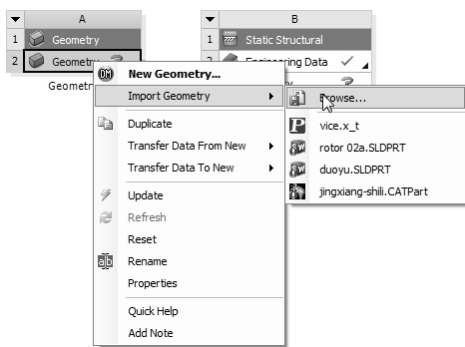

图 8-48 选择【Import Geometry】|【Browse】命令
- 1) 在 A2 栏的【Geometry】上单击鼠标右键，在弹出的快捷菜单中选择【Import Geometry】|【Browse】命令，如图 8-48 所示，弹出【打开】对话框。